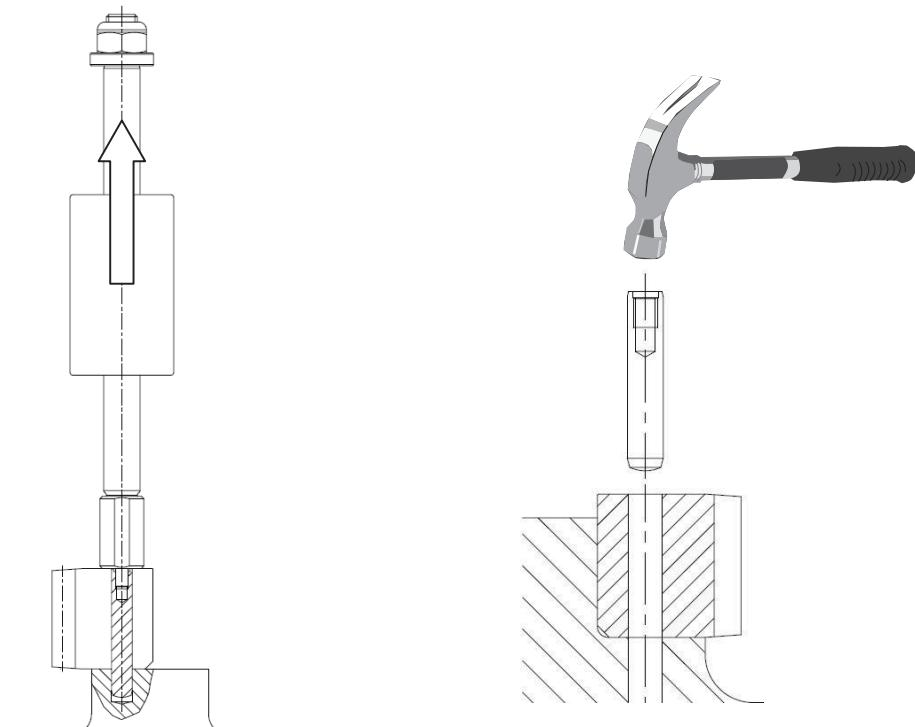

图 15
8.5 再次清除碎屑后，以【定位销】永久固定齿条于床台上。为了拆卸方便，建议使用带有内螺纹孔的【定位销】。拆卸时可利用如图 15 的工具退离而不伤及齿条表面。